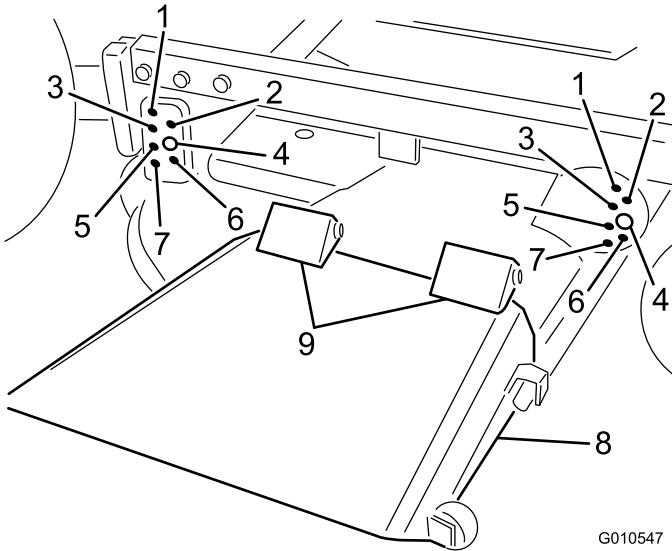

Figure 9
- Abaissez le bâti porteur et insérez 4 axes de chape dans les supports de bâti et les trous du support correspondant à la hauteur de coupe souhaitée. Fixez les 4 axes à l'aide de goupilles fendues (Figure 9).